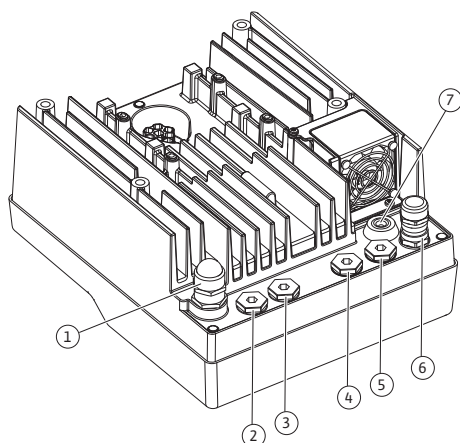

Fig. 18: Кабелни съединения с резба/ кабелни проходи
4. Прекарайте захранващия кабел през кабелното съединение с резба M25 (Fig. 18, поз. 1). Затегнете кабелното съединение с резба с указаните въртящи моменти.